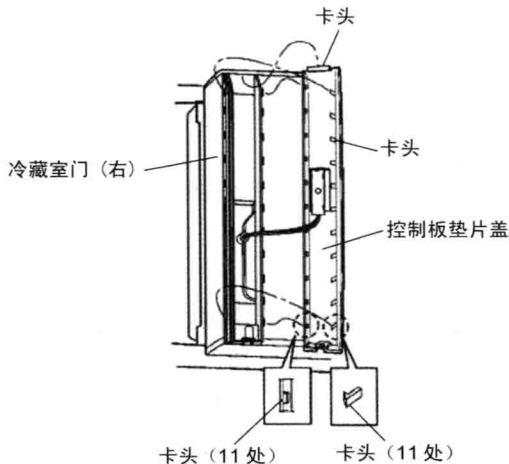

图 1-10 控制板垫片盖的安装
- (1) 操作基板（门用）安装、拆卸时，注意避免将基板划伤。
- (2) 切实插入操作基板（门用）的连接器。
- (3) 注意避免卡住软线。
(4) 控制片垫片盖嵌入位于门 PC（冷藏室）上部的控制板垫片盖上部卡头，从上而下按照顺序一边按压卡头一边安装到门上，用底面的小螺钉（1 个）加以固定，如图 1-10 所示。